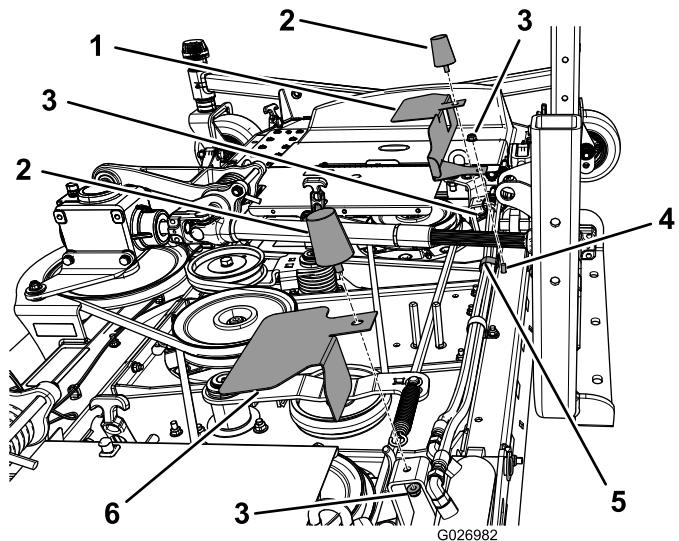
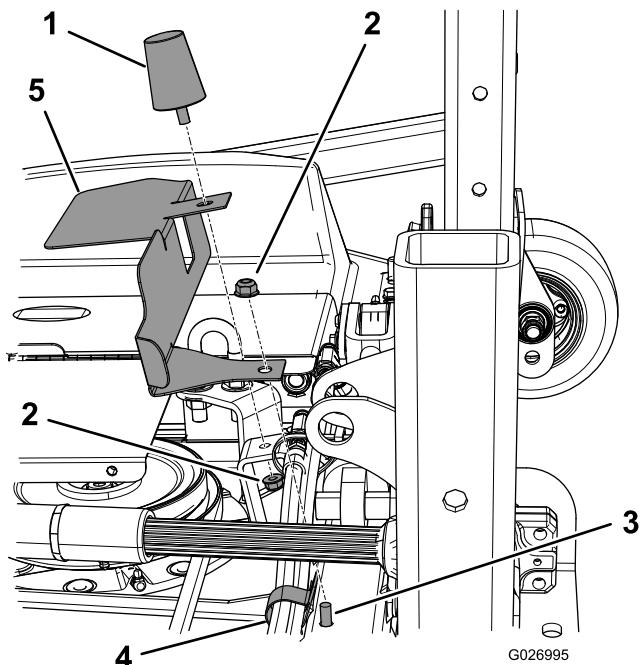

Figura 4
Figura 5
1. Togliete il paraurti sinistro e destro (Figura 4).
3. Montate le protezioni come illustrato in Figura 4 e Figura 5.